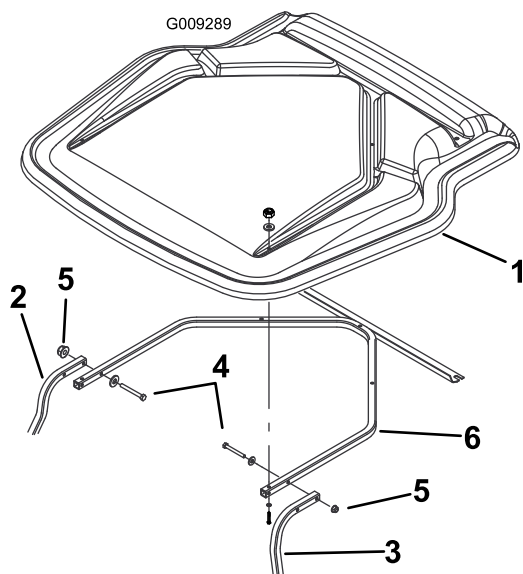

Bild 6
10. Setzen Sie das Sonnendach auf den Stützrahmen und befestigen Sie das Sonnendach mit vier Schrauben (5/16" x 2-3/4"), vier Flachscheiben (5/16") und vier Bundmuttern (5/16") lose an den vorderen Stützen, wie in (Bild 6) abgebildet.
Hinweis: Die Sonnendachstütze ist bereits lose am Sonnendach befestigt (Bild 6).